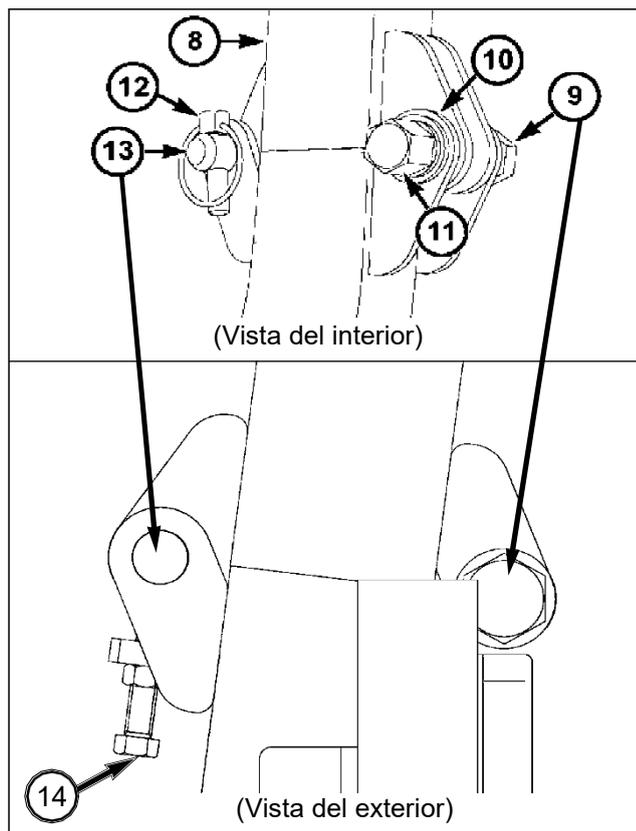

FIG. 91
FIG. 91: Posicione el chasis superior (8) por encima del chasis inferior del arco de seguridad. Instale pernos de tope (9) en la parte trasera del chasis con arandelas (10) y tuercas (11) fijadas en el interior. Instale los pasadores de horquilla (12) y los ejes de articulación (13) en la parte delantera del chasis, los ejes de articulación hacia el interior.